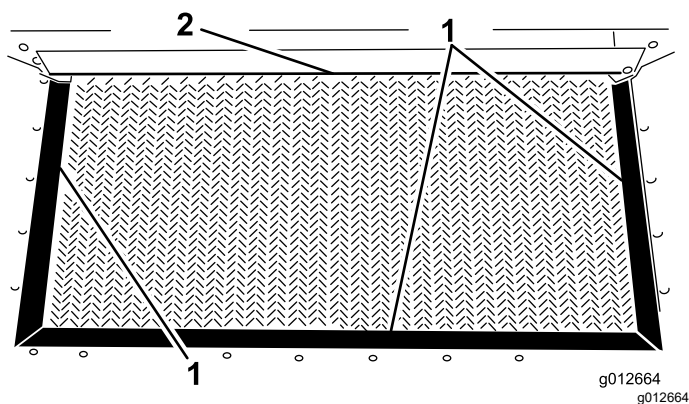

Figure 27
3. Vérifiez si les joints de la trémie et le bord de la trappe sont usés ou déchirés (Figure 27).